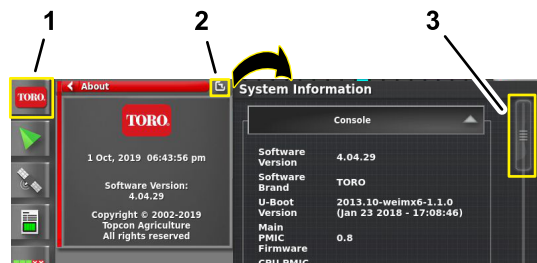

Figura 210
1. Pressione o ícone INFORMAÇÕES DO SISTEMA e, em seguida, deslize o dedo no ícone ECRÃ INTEIRO, no canto superior direito da janela de informações do sistema (Figura 210).